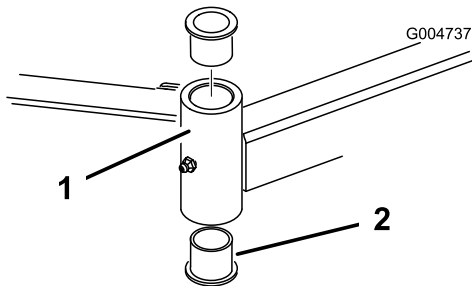

Figura 89
4. Inserte un botador fino en la parte superior o inferior del tubo de montaje y dé golpes hasta que salga el casquillo del tubo (Figura 89).